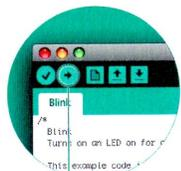

Fig. 1
- 5 Per caricare lo sketch Blink in Arduino, premi il pulsante **UPLOAD** nell'angolo in alto a sinistra della finestra. Vedi la Fig. 1.